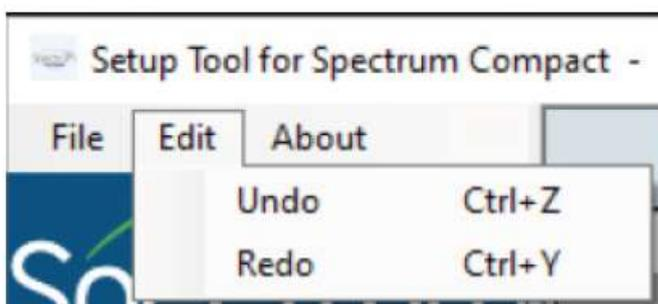

図 192 Edit メニュー画面
7. Edit には、ストリップに対して行った編集を取り消したりやり直したりするための Undo および Redo 機能が含まれています。(図 192)